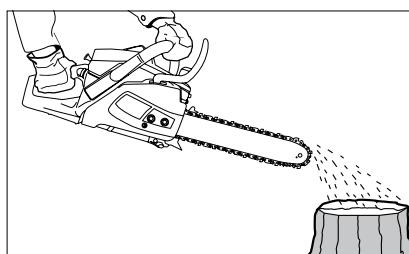

Fig. 13
4. Avant de commencer, vérifiez l'alimentation en huile: démarrer la scie et maintenez-la au-dessus d'un morceau de tissu. Avec une lubrification suffisante, une légère trace de gouttes d'huile sera formée (fig. 13).